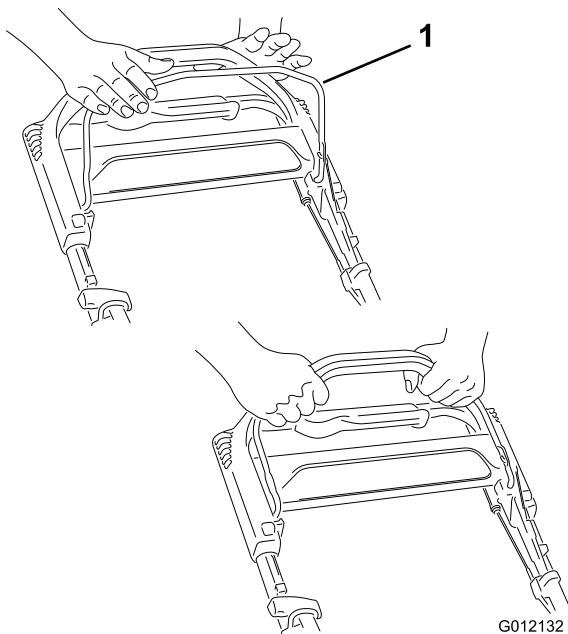

Figura 11
1. Sujete la barra de control de la cuchilla (Figura 11) contra el manillar.